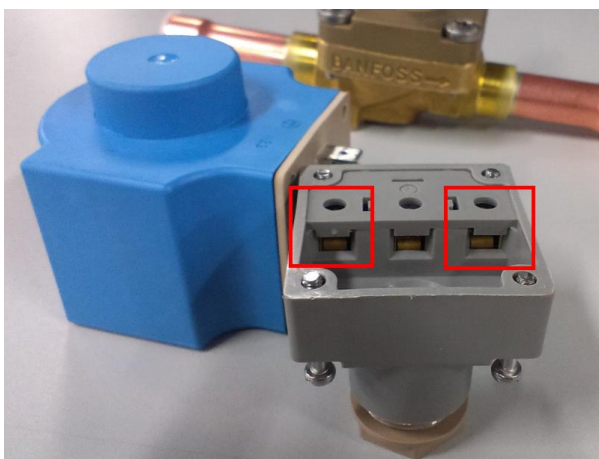

图3-12 连接液路电磁阀线缆
- 3、 焊接完毕后, 安装电磁阀线圈, 先将接线端盖拆开, 将线缆穿过端盖的过线孔, 并将线缆压入图 3-12 所示的两个端子, 然后将端盖重新安装在线圈上。